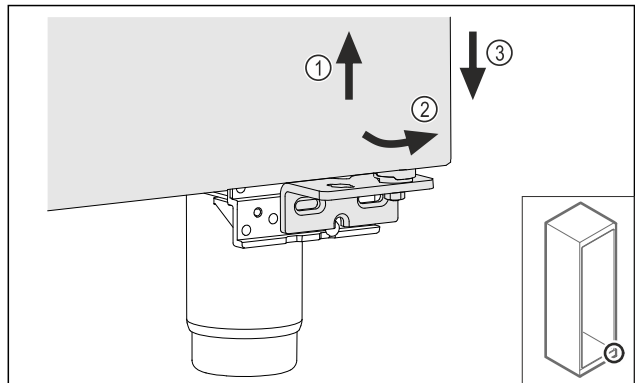

Fig. 24
- ▶ Unieść lekko drzwi Fig. 24 (1), dół przechylić do przodu Fig. 24 (2) i opuścić Fig. 24 (3).